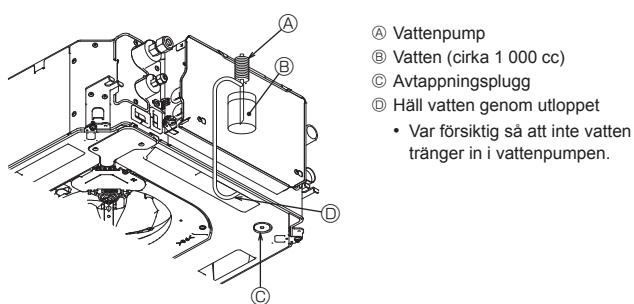

Fig. 6-9
- Rikta fjärrkontrolen mot enhetens mottagare och utför följande steg ③ till ⑧.
6.3. Kontrollera kondensvattnetloppet (Fig. 6-9)